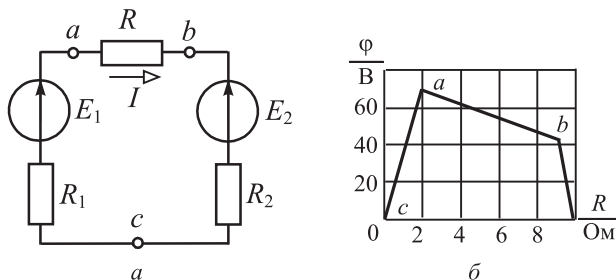

Рис. 1.2
**Задача 1.2.** Два источника ЭДС включены по схеме, приведенной на рис. 1.2, а, ЭДС  $E_1 = 80$  В,  $E_2 = 40$  В, внутренние сопротивления источников  $R_1 = 2$  Ом,  $R_2 = 1$  Ом, внешнее сопротивление  $R = 7$  Ом. 1. Определить: режимы работы источников ЭДС; напряжения  $U_{ac}$ ,  $U_{ab}$ ,  $U_{bc}$ . 2. Построить потенциальную диаграмму  $\varphi(R)$  вдоль контура цепи. 3. Записать и проверить уравнение баланса мощностей.
Потенциальная диаграмма, построенная по полученным данным, изображена на рис. 1.2, б.